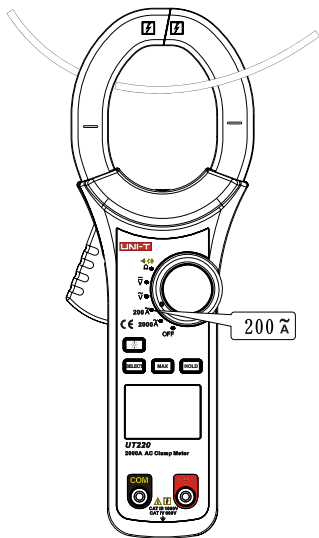

图 9
7. 200A交流电流测量 (200 \tilde{A}) (见图9)